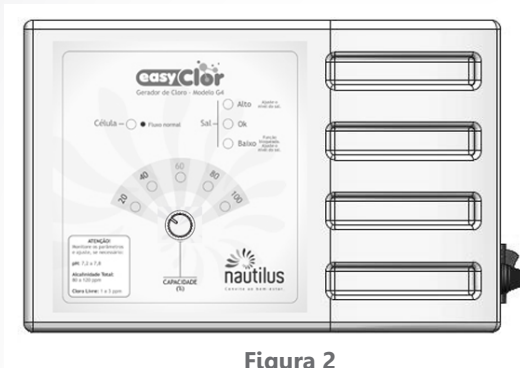

Figura 2
1. Caixa de comando: Constituído de um gabinete em termoplástico altamente resistente a corrosão (figura 2), montada sobre o chassi de alumínio. Sua parte frontal possui Leds que indicam o nível de sal da piscina, fluxo e capacidade de produção de cloro. A principal função dessa caixa de comando é gerenciar a produção de cloro e verificar a concentração de sal, a fim de melhorar a experiência na manutenção da piscina. A caixa de comando possui em sua lateral uma chave geral (Liga/desliga) e um fusível de proteção (5 x 20 mm com retardo) de 5 Amperes.